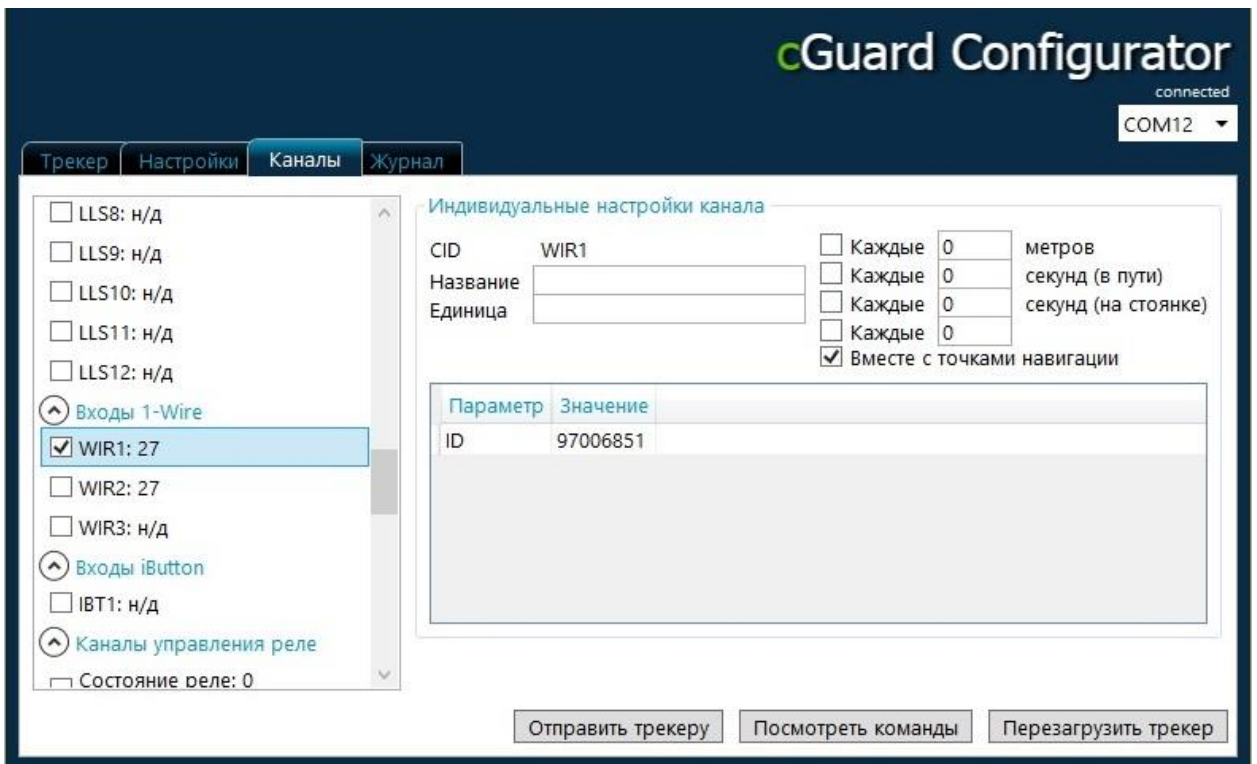

Рис.21.Настройка канала WIR в конфигураторе
В случае отключения автопоиска необходимо настроить канал вручную, задав идентификатор датчика (ID) в параметре соответствующего канала (см. рис.21)